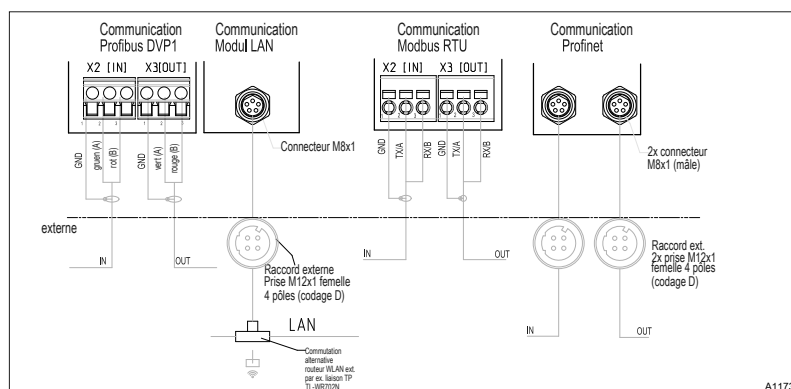

Fig. 1 : Plan des connexions du module de communication DAC (module B, option).
1. ➤ Raccordez le PROFINET® au module de communication DAC, Fig. 1